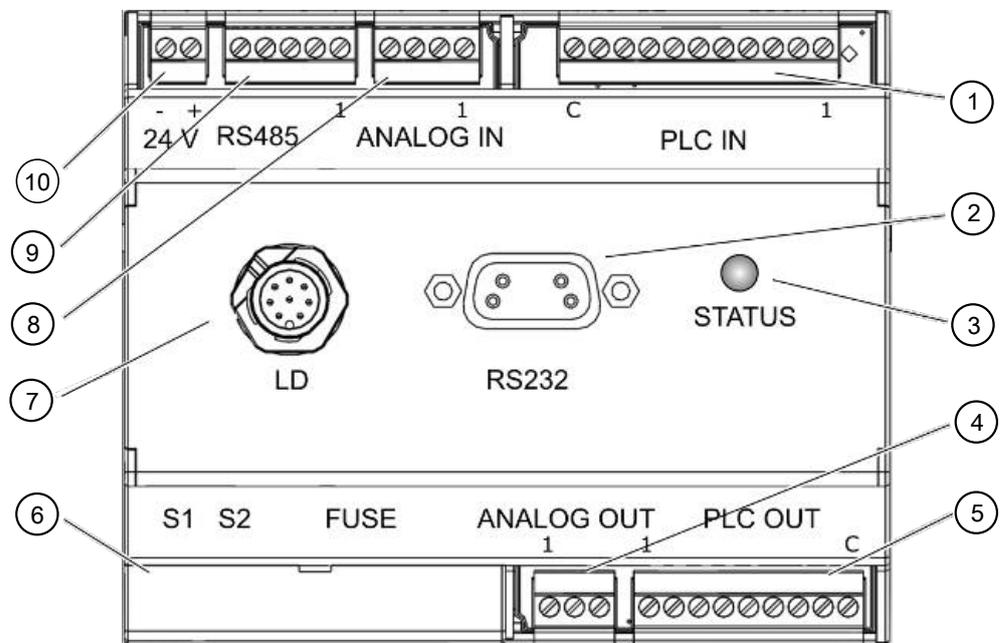

Abb. 1: Vorderansicht
**PLC IN, Abb. 1 (1)**
**PLC OUT, Abb. 1 (5)****Digitale Ausgänge**
**ANALOG IN, Abb. 1 (8)** Analoger Eingang (Eingangsspannungsbereich 0 V bis 10,8 V)
**ANALOG OUT, Abb. 1 (4)** Analoge Ausgänge (z.B. zur Protokollierung von Leckrate und Vorvakuumdruck)
**RS232, Abb. 1 (2)**
**RS485, Abb. 1 (9)** Anschluss für RS-485
**STATUS-LED, Abb. 1
**FUSE und DIP-Schalter S1, S2, Abb. 1 (6)**
**Anschluss LD, Abb. 1 (7)**      **Anschluss für Datenkabel zum Lecksucher**
**24V OUT, Abb. 1 (10)**      **24-V-Ausgang**